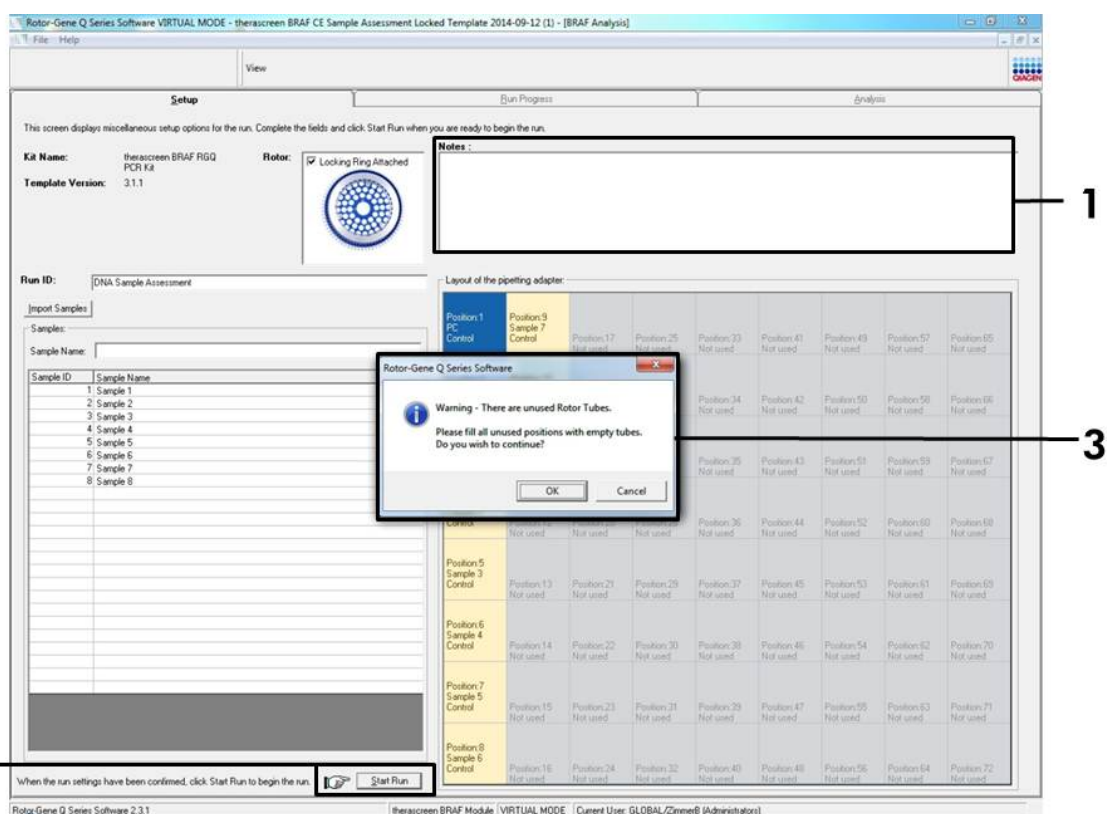

Bild 6. Fälter "Notes" [Anteckningar] (1), knappen "Start Run" [Starta körning] (2) och varning för oanvända rotorpositioner (3).
13. När du har angett alla provnamn ska du bekräfta att de är korrekta. Lägg till eventuell kompletterande information i dialogrutan "Notes" [Anteckningar] om det behövs och klicka sedan på knappen "Start Run" [Starta körning] (bild 6).
Obs: Om någon rotorposition inte används visas en "Warning" [Varning] (bild 6) för att påminna användaren om att alla oanvända positioner på rotorn måste fyllas med ett förslutet, tomt rör. Kontrollera att alla oanvända rotorpositioner är fyllda med ett förslutet, tomt rör och klicka på "OK" för att fortsätta.